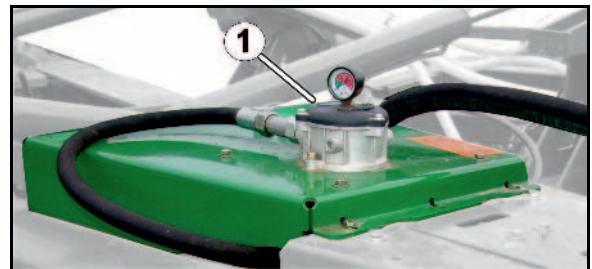

Fig. 127
6. Ölfilter (Fig. 127/1) mit 3 Schrauben lösen, Ölfiltereinsatz austauschen.